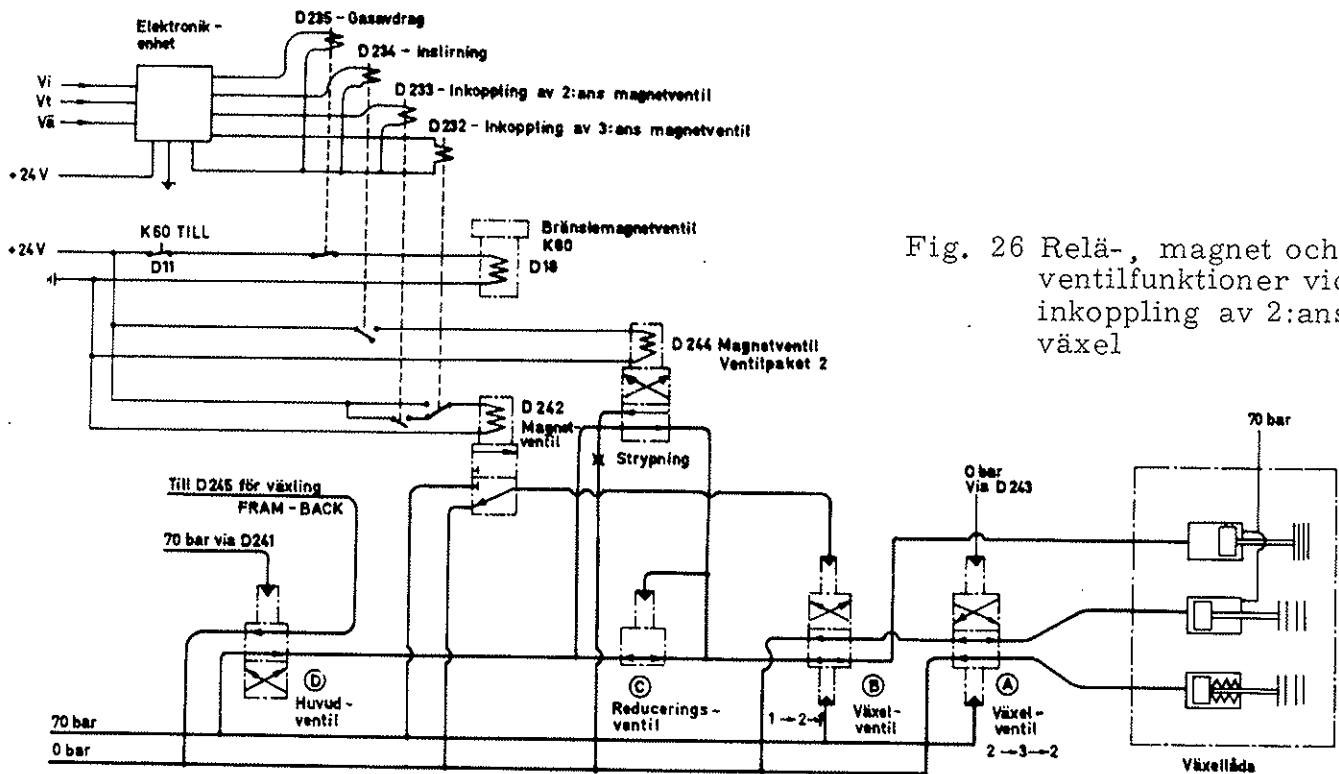

Fig. 26 Relä-, magnet och ventilfektioner vid inkoppling av 2:ans växel
Se Fig 26 (som visar D241 tillslagen och Huvudventilen D omställd = 1:an ilagd)
- 6 Reläerna D230-231 slår till och sluter 24V till magnetventil D241 som slår om, varvid 70 bar går ut till huvudventilens översida. Denna ventil ställs om och lämnar nu 70 bar i den undre utledningen till reduceringsventilen C (se Fig. 26). Samtidigt som reläerna D230-231 slog till fick elektronikheten en signal ($V_i = 24V$) som slår till relä D234, som i sin tur slår till magnetventil D244 för inslirning av 1:ans lamellpaket på samma sätt som beskrives på nästa sida för 2:ans lamellpaket. Efter 2 sek inslirningstid vid c:a 30 bar, slås D234 ifrån och fulltrycket 70 bar inkommer på 1:ans lamellpaket, 1:ans växel är ilagd.